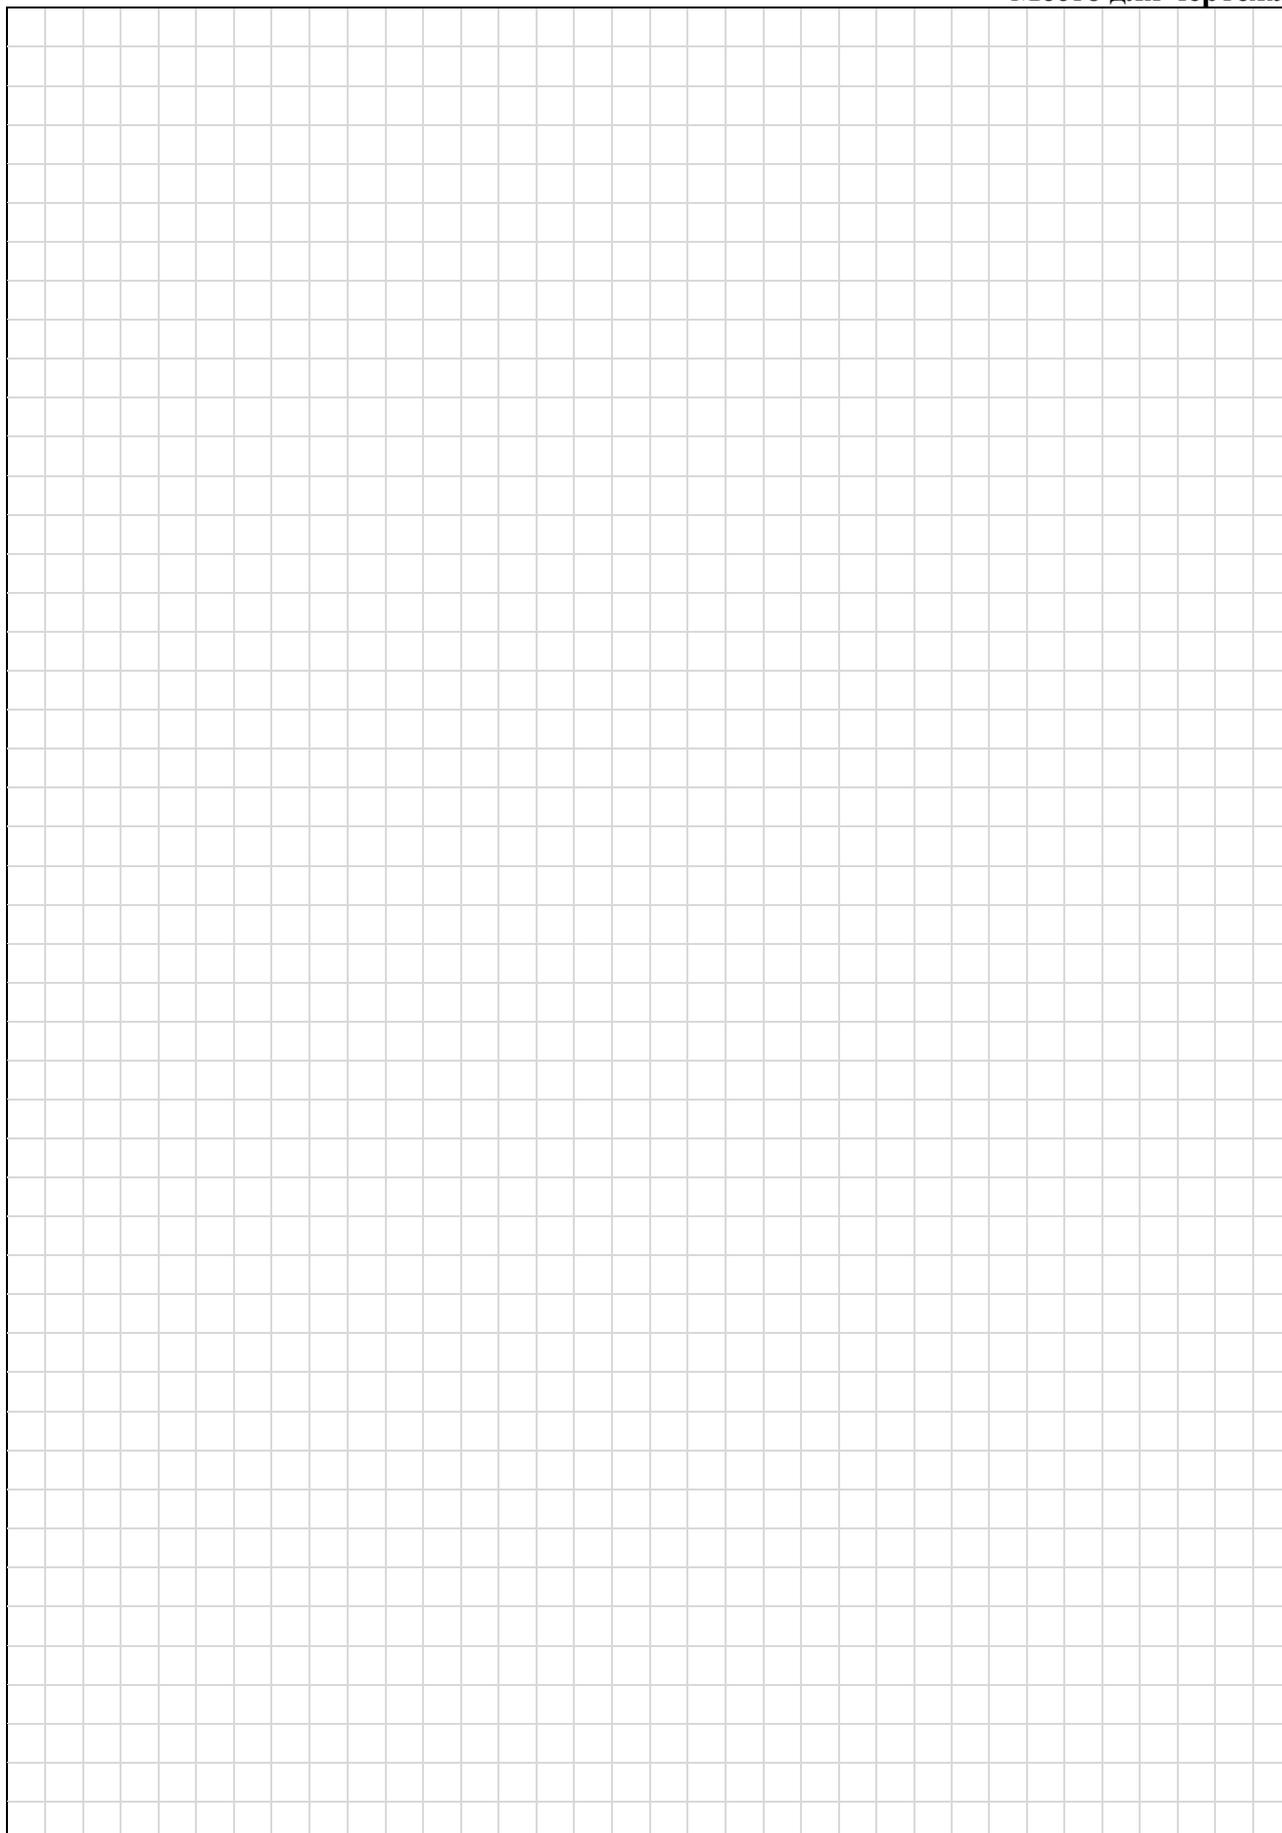

Рис. 1. Подсвечник (образец)
Изготовьте по рис. 1 подсвечник
1. По указанным данным, сделайте модель подсвечника (Рис.1).